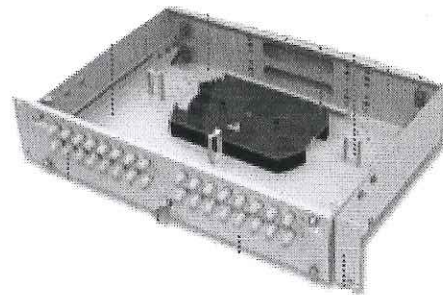

Рисунок 4 – Шкаф кроссовый оптический
5.4 Также в КСО установлен шкаф кроссовый оптический (ШКО), предназначенный для распределения и последующей коммутации волоконно-оптического оборудования на сетях связи общего доступа (см. рисунок 4).